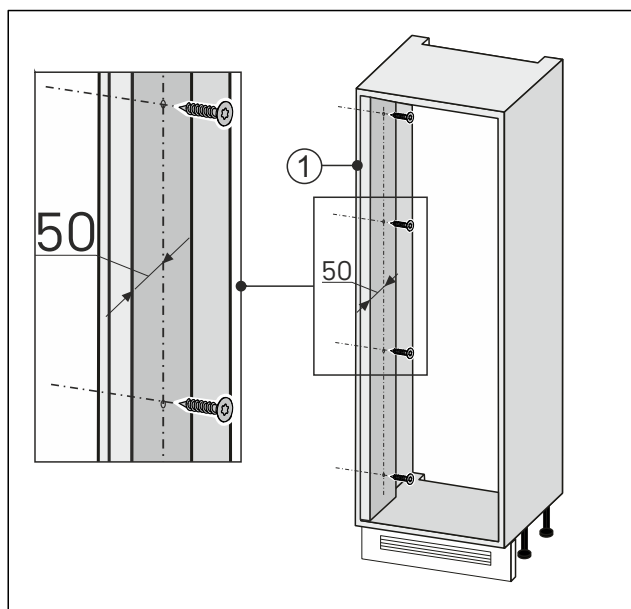

Fig. 90
- Przykręcić element wyrównujący ścianę po stronie otwierania drzwi Fig. 90 (1) do wnęki meblowej.